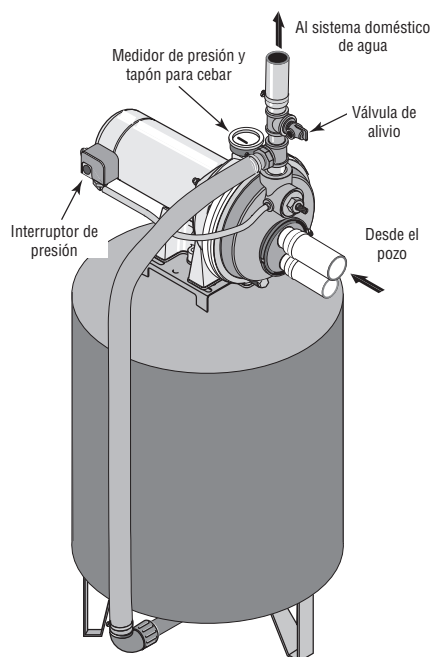

Figura 12 - Conexiones del Tanque Pre-cargado
1. Instale una boquilla de cierre y una “T” en el orificio de descarga de la bomba (vea la Figura 12). La tubería debe ser al menos del mismo tamaño que el orificio de descarga. Instale una tubería o una manguera reforzada desde un brazo de la “T” al orificio en el tanque de pre-carga.